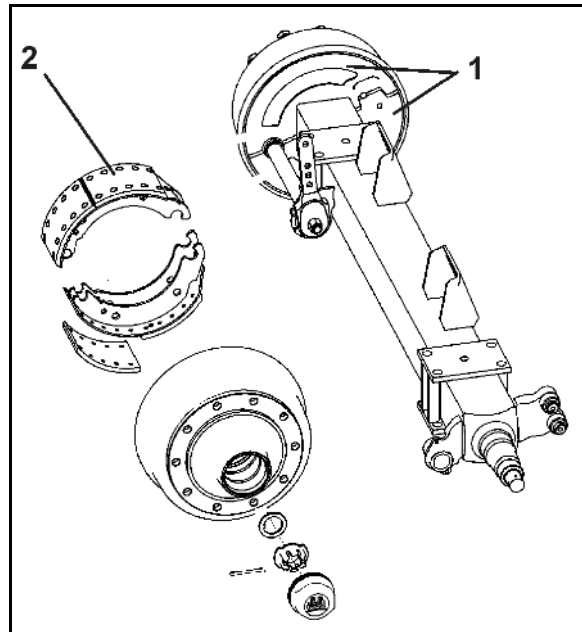

Fig. 135
1. Beide Abdeckbleche (Fig. 135/1) an der Innenseite der Bremstrommel abschrauben.
**Eingedrungener Schmutz kann sich auf den Bremsbelägen (Fig. 135/2) absetzen und dadurch die Bremsleistung wesentlich verschlechtern.**